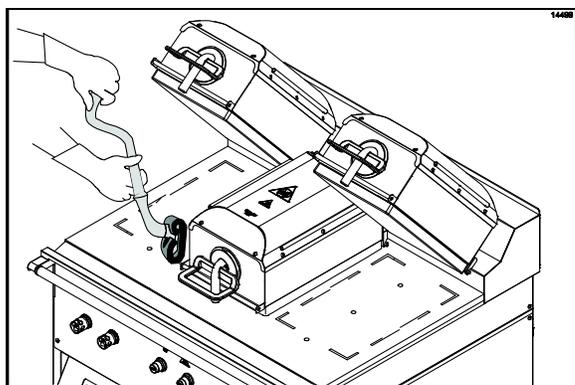

Figura 60
29. Aplique el limpiador para parrillas a ambos lados de la placa central. (Vea la figura 60.)